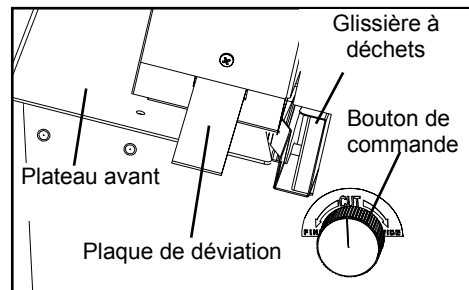

Figure 2
\* La roulette de transport (non illustrée), une autre caractéristique du modèle 62002, apporte une garantie supplémentaire que les pièces de grande taille seront acheminées vers l'intérieur sur le plateau avant (figure 2).
Des lames à auto-affûtage en acier de précision (E) coupent une bande mesurée de chaque enveloppe, qu'elle soit face vers le haut ou vers le bas. Le bouton de commande à droite (figure 2) règle la lame et permet à l'opérateur de modifier la largeur de coupe entre large et étroite.
Sur la majorité des machins à ouvrir le courrier, il est impossible d'accéder à l'intérieur sans retirer l'ensemble du groupe fonctionnel. Le modèle 62002 possède un plateau fendu exclusif qui résout ce problème. Le plateau est fendu dans le sens de la longueur en deux moitiés, l'avant (voir figure 2) et l'arrière. La moitié avant est amovible, ce qui facilite le nettoyage, l'inspection et la réparation de l'intérieur de l'ouvre-lettre.
Cette opération est à effectuer qu'une seule fois. Rechercher le paquet en plastique dans le carton d'expédition. Il contient la plaque de déviation nickelée et la vis. Fixer simplement celle-ci à l'extérieur à l'endroit indiqué (voir figure 2).
La base de réception repose tout simplement du côté de la sortie de la machine dans une position qui lui permet de réceptionner les enveloppes traitées au moment où elles sont éjectées de la machine (voir le positionnement dans la figure 1). Le bac à déchets se trouve dans la niche étroite de la base de réception. Le bloc complet est alors aligné de manière à ce que la paroi avant intérieure du bac à déchets vienne buter contre le bord avant du bec en saillie de la glissière à déchets (voir figure 2.)
Régler la largeur de coupe souhaitée, entre large et étroite, à l'aide du bouton de commande (figure 2). La coupe doit être suffisamment profonde pour ouvrir les enveloppes proprement, mais suffisamment fine pour que la lame n'entre pas en contact avec le contenu tel que des chèques et des bons de commande, etc. ni avec des pièces de monnaie, des trombones ou des agrafes. Vérifier que la machine est arrêtée (interrupteur Marche/Arrêt sur « O »). Brancher la machine à une prise d'alimentation appropriée.